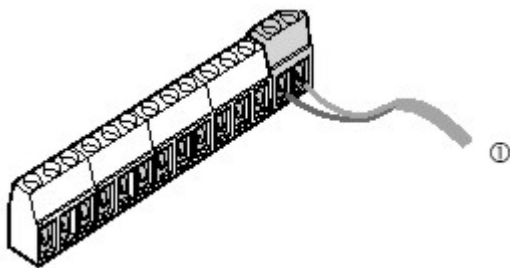

Figura 8. Collegamento dell'alimentazione della centrale al ricevitore
2. Collegare i terminali del ricevitore (GND) e (+12V) ad una uscita alimentazione da 12V non commutata sulla centrale di controllo. Assicurarsi di osservare la polarità corretta (vedere Figura 8).